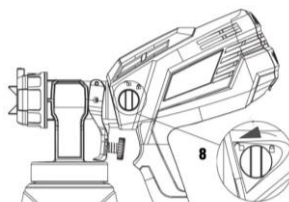

fig. 12
6. Appuyez et tournez le bouton de verrouillage (n° 8) (fig. 12).